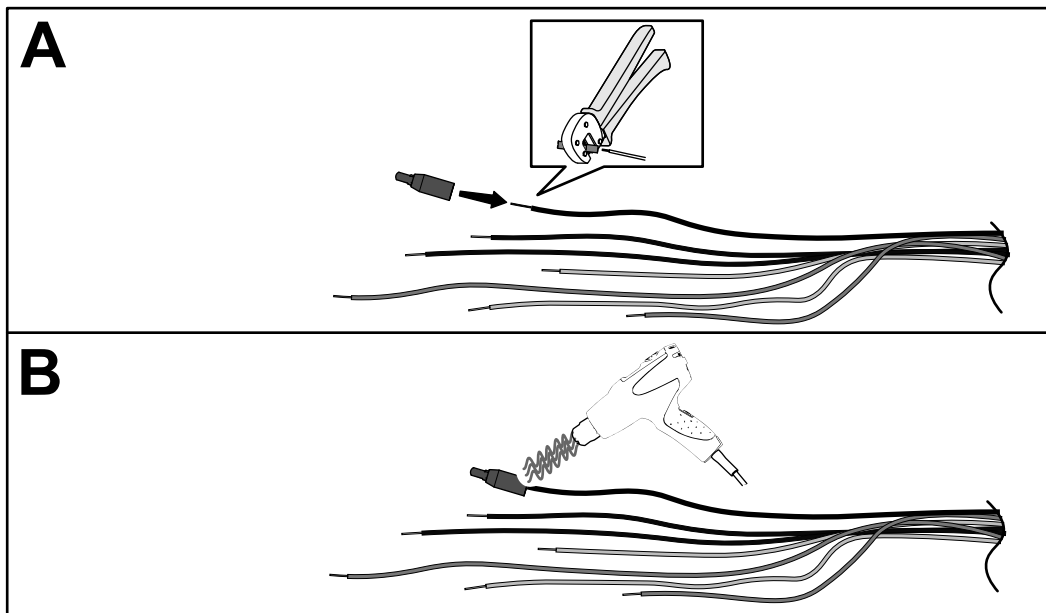

Figure 6
6. Sur le faisceau existant, installez l'épissure à extrémité fermée sur l'un des fils gris à l'aide d'un outil de sertissage placé à la position correspondante (22-14 AWG) ; voir A de Figure 6.
7. Avec un pistolet à air chaud, rétractez l'isolation de l'épissure jusqu'à ce que l'adhésif soit ressorti (B de Figure 6).